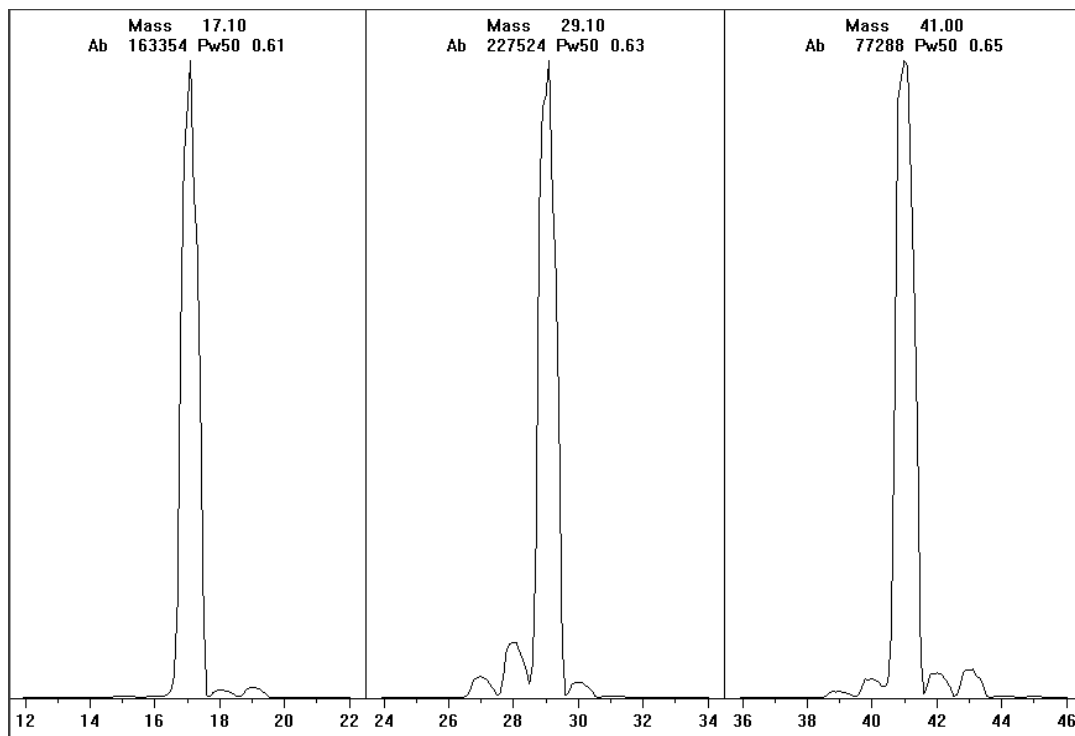

Figura 45. Verificações de íon reagente após um condicionamento muito longo
- 8 Examine o scan do perfil exibido dos íons reagentes. (Consulte Figura 45.)